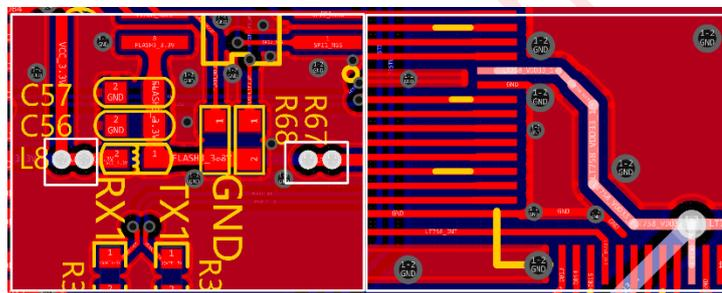

图 1-10: 电源线过孔大小以及泪滴处理示意图
- 电源线的过孔相比其他信号线应该适当增大，电源线的粗细尽量减少突然增大或者缩小，如需要增大或者减少，在导线粗细变化的连接处应该进行泪滴处理，如图 1-10。